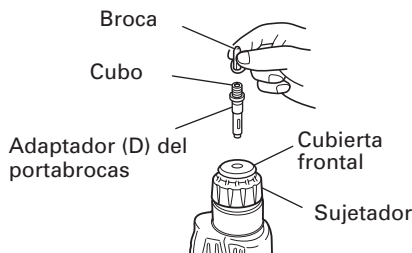

Fig. 11
4. Cuando coloque tornillos para metal (Fig. 11)